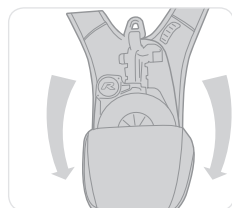

Figura 5
- Abra a mochila que contém o dispositivo de descida (consulte a Figura 5).